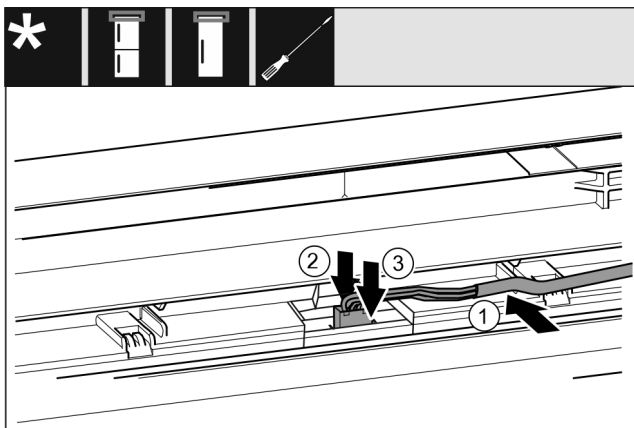

Fig. 45 Koel-/vriescombinaties / diepvriezers / koelapparaten*
- ▶ Kabel Fig. 45 (1) in de geleiding in de bovenste deur leggen.*
- ▶ Vergrendelingslipje Fig. 45 (2) naar achteren drukken.*
- ▶ Stekker Fig. 45 (3) vastklikken.*